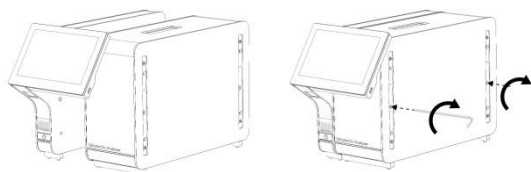

Рис. 3. Прикрепление рабочего модуля к аналитическому модулю.
- Достаньте рабочий модуль из упаковочной коробки и прикрепите его к левой стороне аналитического модуля. Затяните винты с помощью инструмента для сборки узла «аналитический модуль – рабочий модуль», входящего в комплект поставки QIAstat-Dx Analyzer 1.0 (рис. 3).